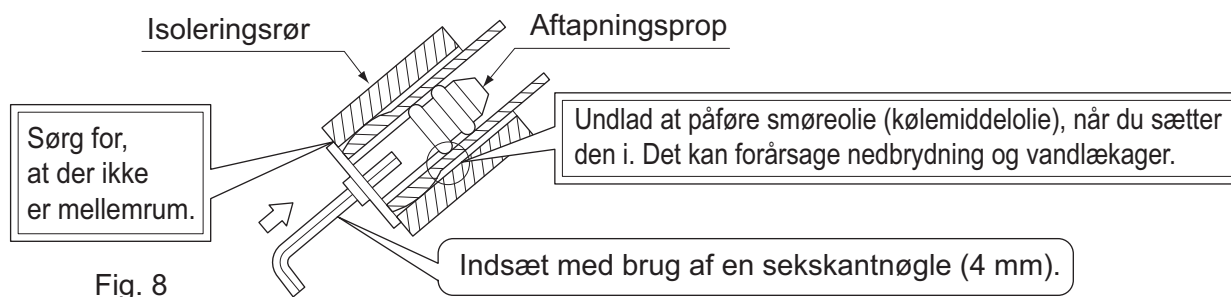

Fig. 8
- Fjern aftapningsproppen, den isolerende slange og drænslangen fra afløbsbakken og udskift delene. (Se fig. 8)
- Tilslut de eksisterende kølerør og ret dem ind efter markeringerne for væske- og gasrør, der er indgraveret på installationspanelet (1).